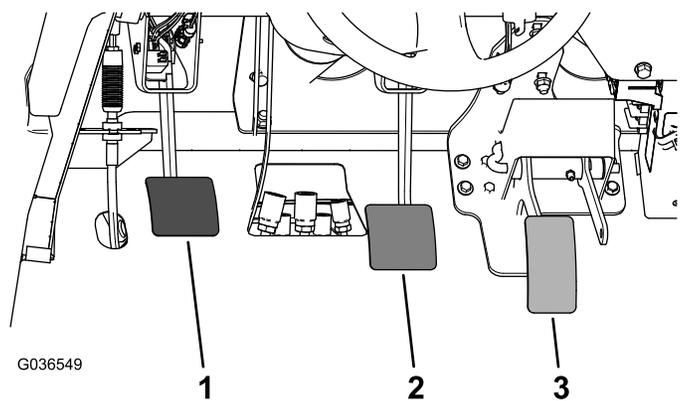

図 59
2. ブレーキペダル 図 59 を持ち上げてフレームに接触させる。
3. ヨークをマスターシリンダのシャフトに固定しているジャムナットをゆるめる 図 59。